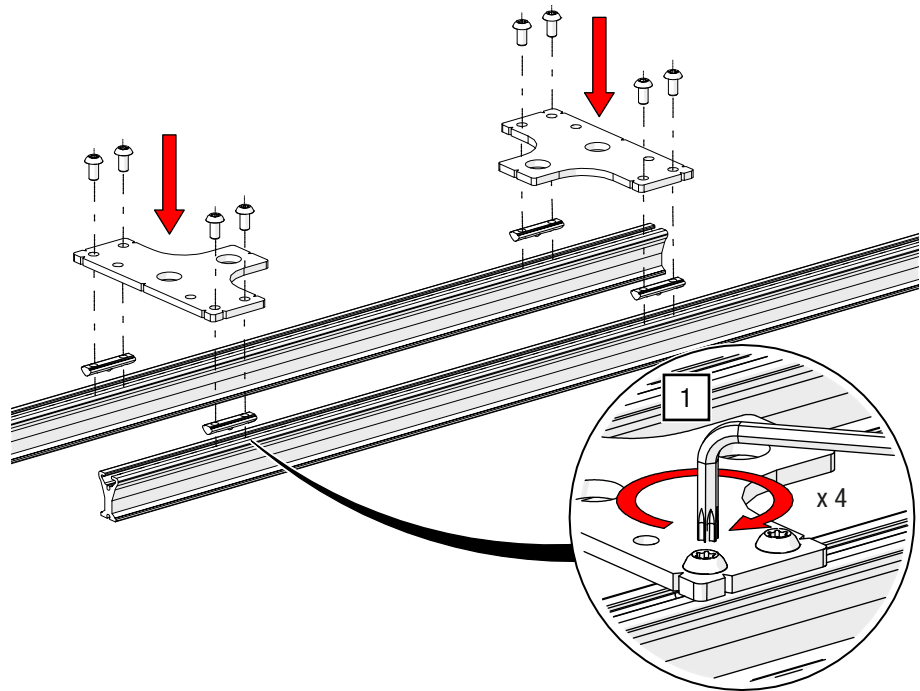

Abb. 36: Ausgleich-Überlaufplatte (2-läufig) – Quer zur Schiene montieren (Überlauf)
1. Legen Sie jeweils einen Nutenstein in eines der zwei Schienenteile und befestigen Sie das Blech quer orientiert als Verbindungsplatte mit einem TORX®-Schlüssel T25 und 6 Nm (siehe Abb. 36).